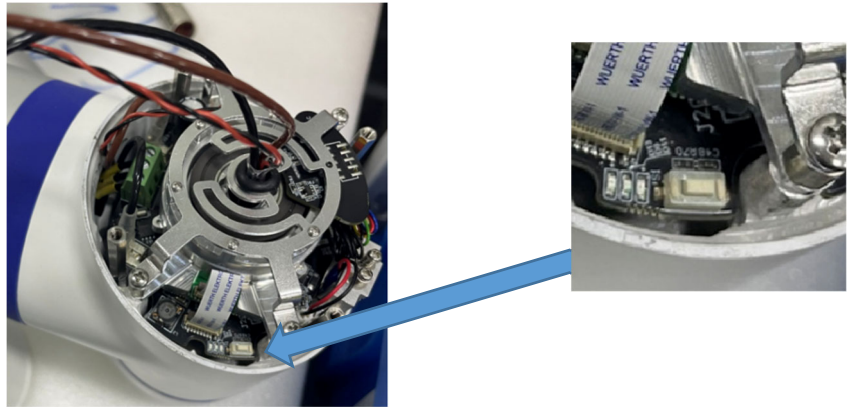

图3-6 白色按钮
- 轻按白色按钮松开，闪烁灯闪烁，闪烁次数为关节的号码数，如图 3-6 所示；